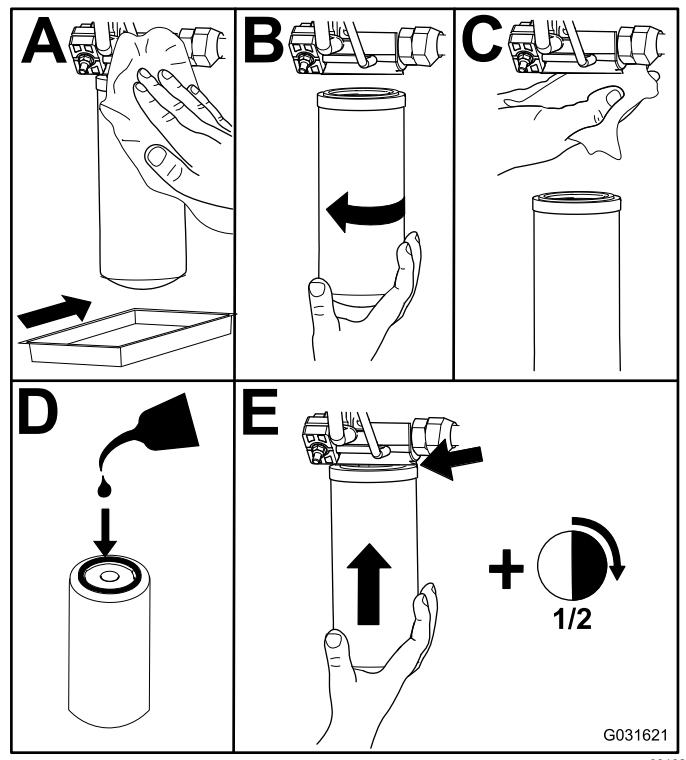

Figura 106
- Sostituite i filtri idraulici (Figura 106).